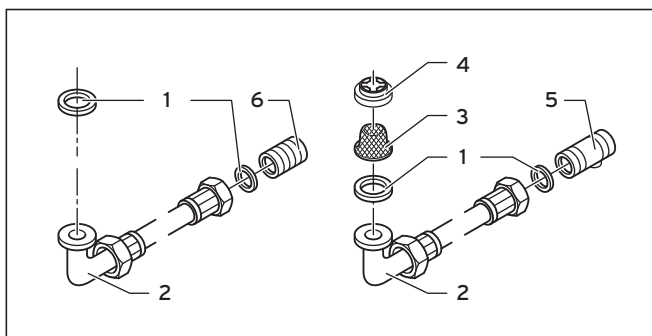

Fig. 5.1 Elementi di raccordo
- Montare il limitatore della quantità d'acqua (4) e quindi il filtro dell'acqua (3) come da fig. 5.1 nell'allacciamento dell'acqua fredda dell'apparecchio.